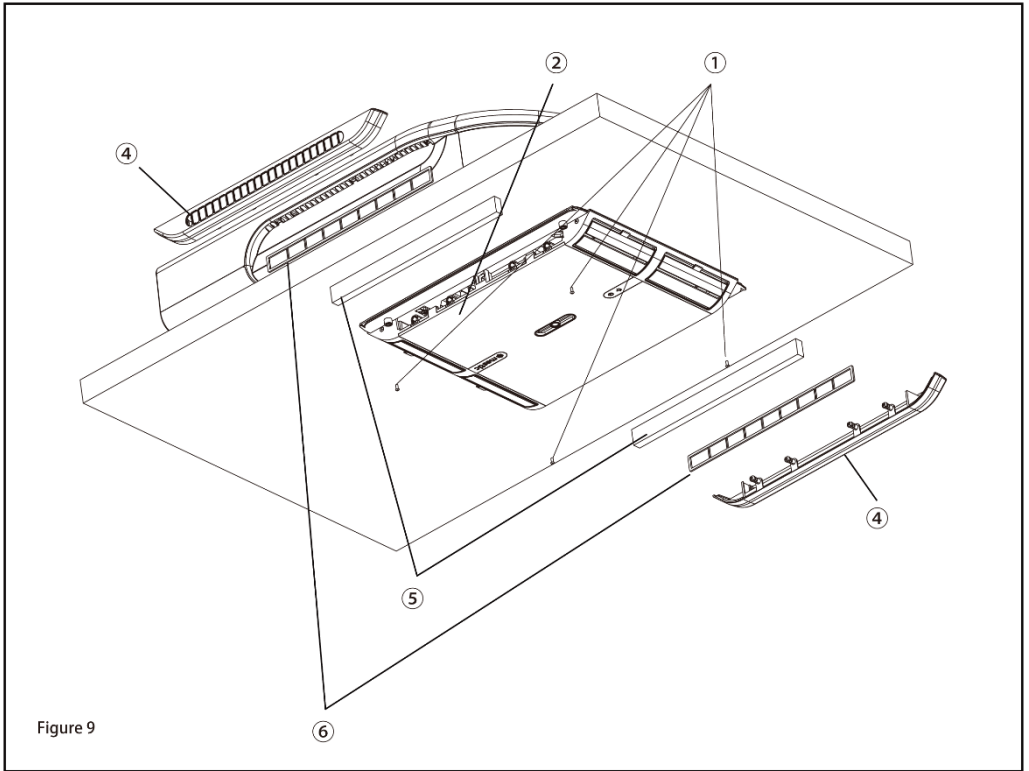

Figure 9
4. Zoals weergegeven in afb. 9, sluit u de externe voedingskabel aan op de kabel die op de camper is gereserveerd.
1. Bevestig het plafondrooster met 4 schroeven aan het plafond. (zie afbeelding 9).